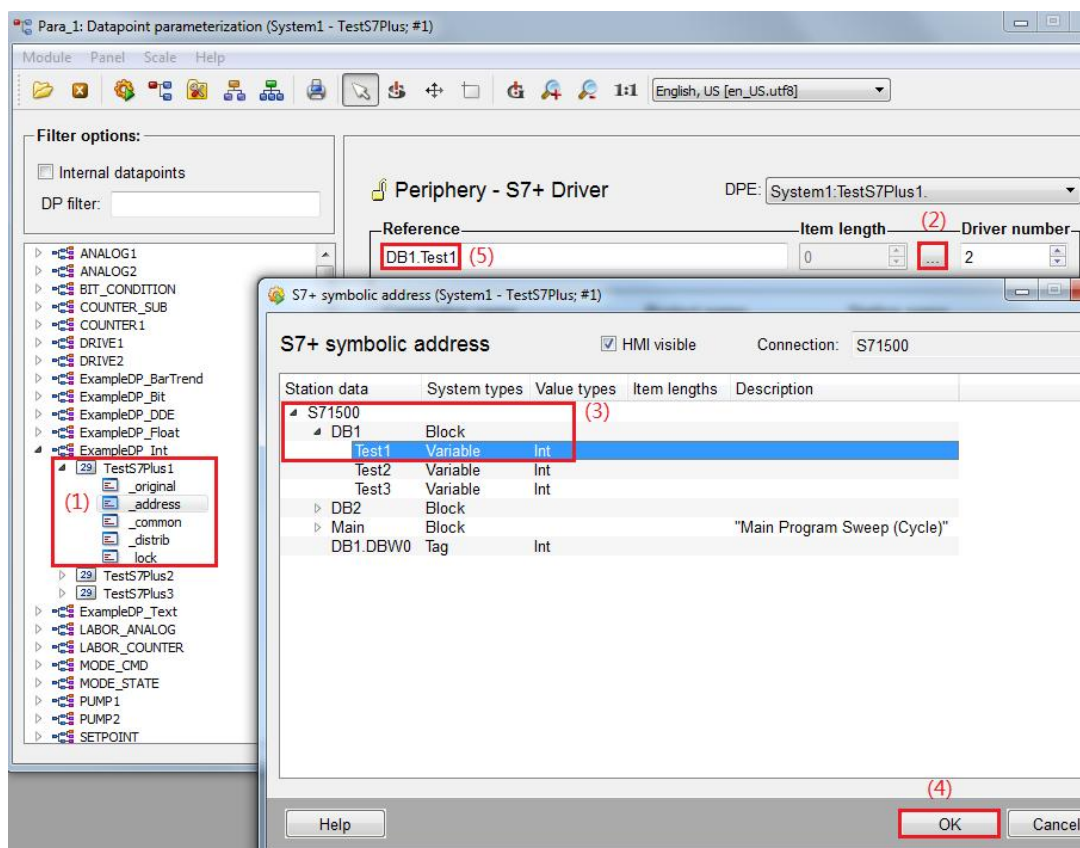

图 3-4 在“ S7+ symbolic address”对话框中选择关联的符号地址
3) 打开 Para 编辑器，在测试变量（例如 TestS7Plus1）上添加“_address”配置，双击“_address”节点，选择“SIMATIC S7PLUS”，点击“Configure”按钮，打开“Periphery - S7+ Driver”对话框，如图 3-4 所示，图上标注了关键步骤（1）至（5）；点击“Symbolic selection”按钮，即步骤（2）下面的按钮；在“S7+ symbolic address”对话框中选择想要关联的符号地址，例如“S71500”中的“DB1.Test1”，点击“OK”按钮；则选择的地址会自动填充到“Reference”文本框中，并且“Driver number”、“Connection name”和“Type of transformation”等信息也会进行自动填充。